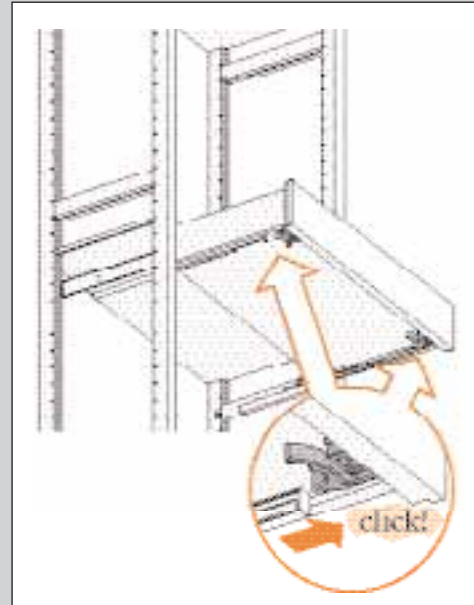

ABBILDUNG 19
3. Ziehen Sie die Schienen nach vorne bis sie in die Klemmen an der Unterseite der Lade klicken (Abb. 19).